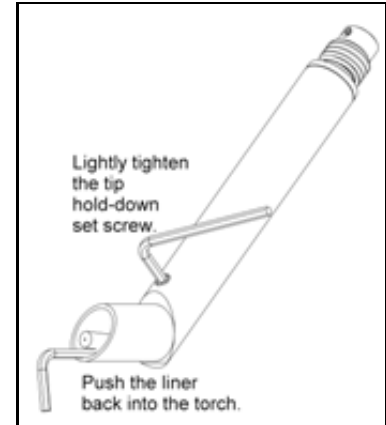

FIGURA 5-4. INSERTAR EL REVESTIMIENTO EN EL SOPLETE
4. Apriete ligeramente el tornillo de sujeción de la punta, asegurándose de que se coloca tal y como muestra la Figura 5-4.